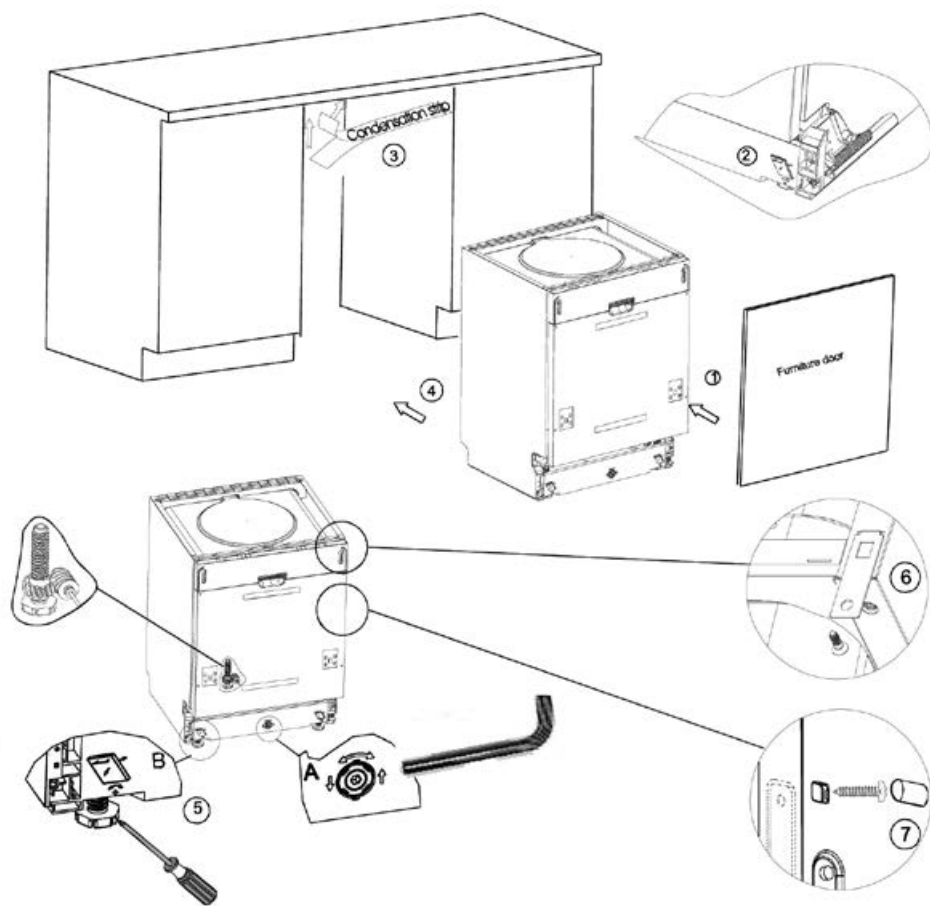

Рис. 7. Последовательность установки посудомоечной машины
1. Используя скобы, прикрепите декоративную дверцу от вашей мебели к дверце машины (см. п. 1 на рис. 7).
2. Отрегулируйте натяжение пружин дверцы при помощи торцевого ключа, поворачивая его по часовой стрелке для натяжения пружины и против часовой стрелки для того, чтобы ослабить пружины дверцы. Невыполнение данной операции может привести к повреждению посудомоечной машины (см. п. 2 на рис. 7).
6. Поместите посудомоечную машину на направляющие (см. п.4 на рис. 7).
9. Выровняйте машину. Задние ножки можно регулировать винтами, расположенными спереди (см. п. 6а на рис. 7). С помощью ключа отрегулируйте передние ножки (см. п. 6в на рис. 7).
A. Если у Вас столешница из дерева или ДСП, прикрутите машину к ней шурупами по дереву, будьте осторожны, вес машины может вырвать шурупы из дерева (см. п. 7 на рис. 7).
B. Если у Вас мраморная или гранитная столешница используйте скобы, чтобы прикрепить машину к стенам соседней мебели, при этом необходимо закрыть винты резиновыми шляпками, чтобы не повредить столешницу (см. п. 8 на рис. 7).
2. Машина разработана так, чтобы пользователь мог регулировать ножки, используя винты в передней части (см. рис. 7).